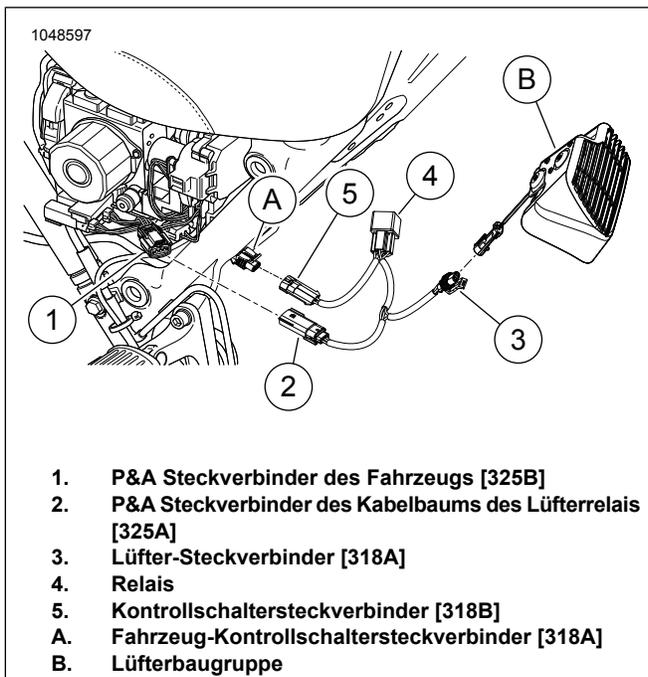
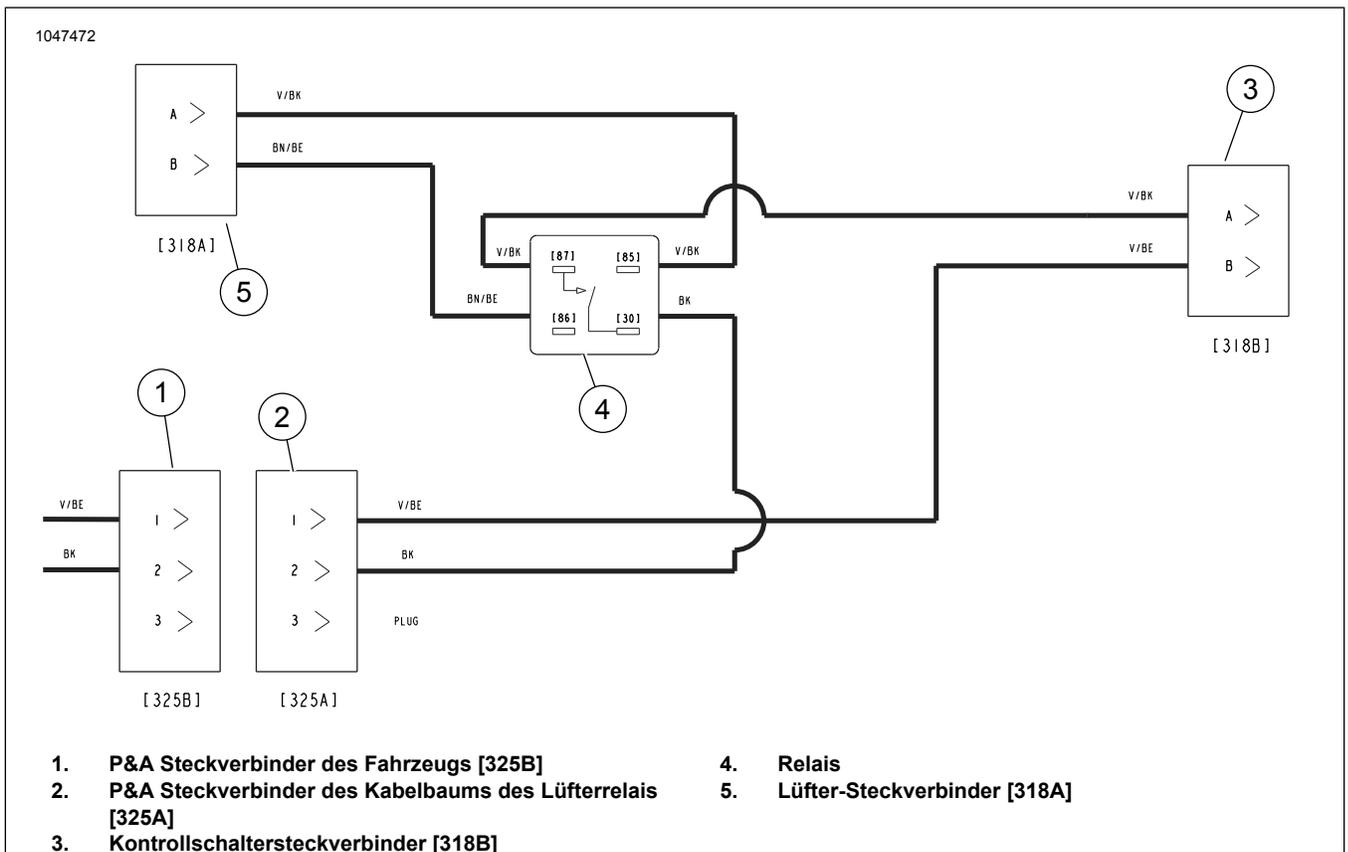

Abbildung 4. Kabelbaumsteckverbinder
Abbildung 5. Diagramm zu thermischer Komfortlüfter
Siehe Abbildung 5 >. Optional einen Schalterstromkreis-Adapterkabelbaum einbauen, wenn mehr als ein Nebenverbraucher mit dem P&A-Steckverbinder des Fahrzeugs (1) und dem Kabelbaum-Steckverbinder des Lüfterrelais verbunden ist (2).
Siehe Abbildung 4 und Abbildung 5. Die Kabelbaumsteckverbinder anschließen.